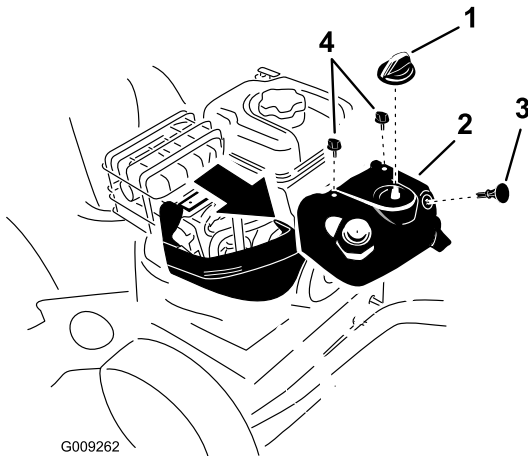

Figure 44
Remarque: Vous devez déposer le capot anti-neige pour accéder à la bougie d'allumage (Figure 44).
1. Enlevez la commande de starter et la clé de contact (Figure 44).
2. Enlevez les 2 vis qui fixent le capot anti-neige à la fraise à neige (Figure 44).